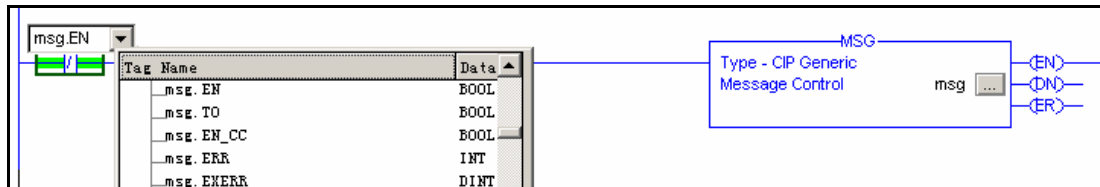

图 3-97 设置 XIO 标签
39. 添加 XIO 指令，双击问号，选择标签 msg.EN (MSG 使能位)，如图 3-97 所示。